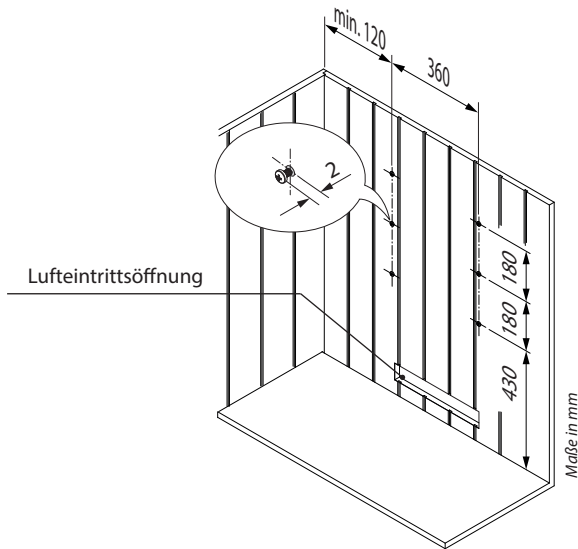

Abb. 3
- Die beigefügten Spanplattenschrauben gemäß Abb. 3 mittig über der Lufteintrittsöffnung an der Kabinenwand befestigen. Hierbei muß zum Einhängen des Saunaheizgerätes ein Abstand von ca. 2 mm zwischen Schraubenkopf und Kabinenwand vorhanden sein.